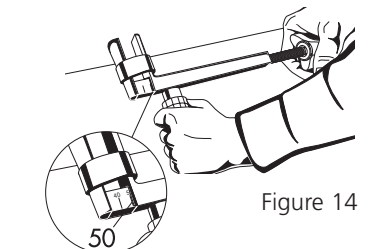

Figure 14
- 2) Tourner la poignée pour écarter les becs de la pince écarteuse (Figure 14) jusqu'à atteindre le diamètre souhaité sur le jauge (par ex. \varnothing 50) et respecter les temps de positionnement (voir tableau au bas de la page).